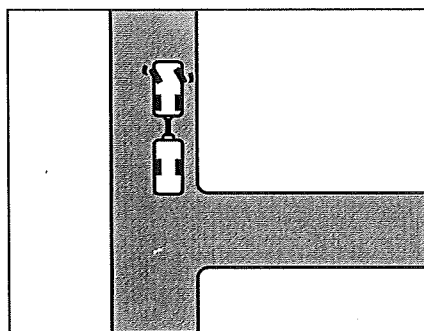

Bild 9 Styr åt vänster
- Vrid ratten åt vänster när fordonet står still (Bild 9).